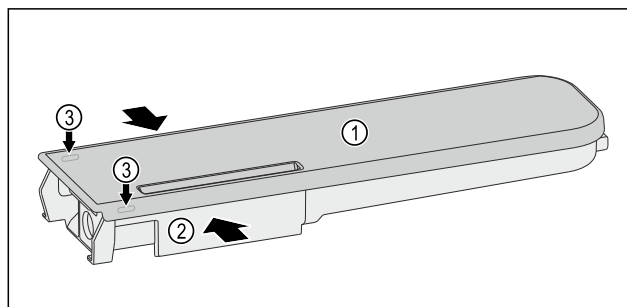

Fig. 233
- ▶ Stisnite spremnik za vodu Fig. 233 (2), pažljivo podignite poklopac Fig. 233 (1) preko zasuna Fig. 233 (3) i ga povucite prema gore.
- Poklopac Fig. 233 (1) lagano pomičite amo-tamo i izvadite ga prema gore.